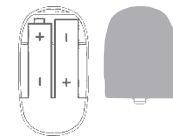

Abbildung 3: Einbau der Batterien
- Schritt 1. Legen Sie die beiden Batterien der Größe AAA richtig herum ein (siehe Abbildung 3).